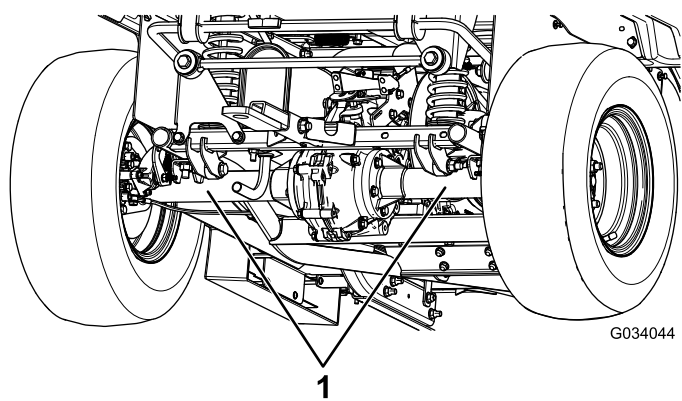

Figura 23
- El punto de elevación de la parte trasera de la máquina está debajo de los tubos del eje (**Figura 23**).